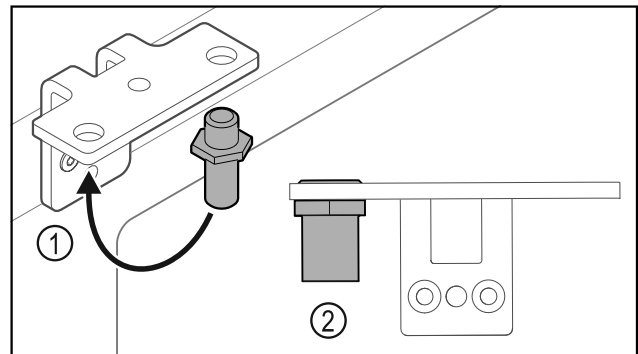

Fig. 38
- Premiestnite čap Fig. 38 (1) v uholníku závesu.
- Uťahnite čap Fig. 38 (2) **ťahovacím momentom 12 Nm**.